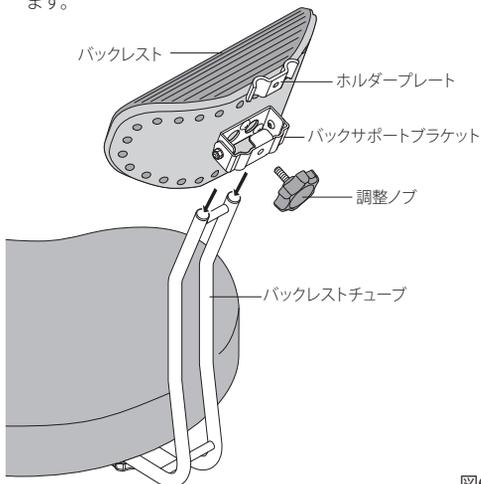

図6
3. バックレストの調整ノブをゆるめて、調整ノブ、ホルダープレートを外します (図.6)。